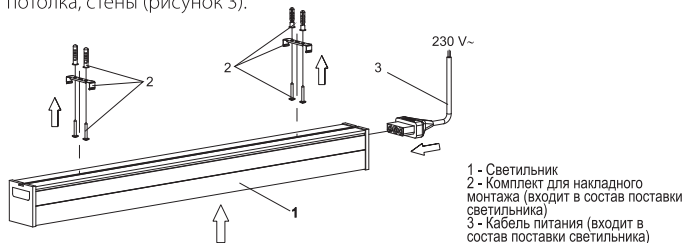

Рисунок 3. Накладной монтаж магистрального светильника и подключение к сети 230 В
- Накладной монтаж светильника производить при помощи монтажных скоб, входящих в комплект поставки, непосредственно на поверхность потолка, стены (рисунок 3).
- Подключение светильника к сети 230 В~ производить подключением кабеля питания, входящего в комплект поставки, к встроенной в корпус светильника сетевой розетке (рисунок 3).